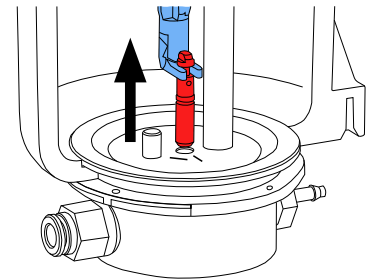

Abb. 11
- Dosierdüse mit Werkzeug fassen und nach oben herausziehen (Abb. 11).